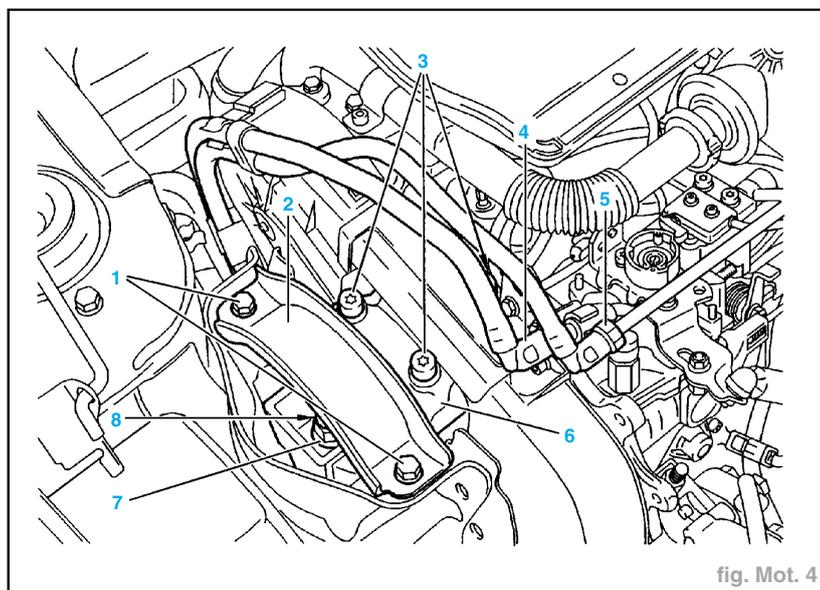

fig. Mot. 4
- Désaccoupler et obturer (fig. Mot. 4) :
- la durite d'arrivée gazole (4),
- la durite de retour gazole (5).
- les vis (1),
- la traverse (2),
- les vis (3),
- les écrous (7) et (8),
- la bride (6).